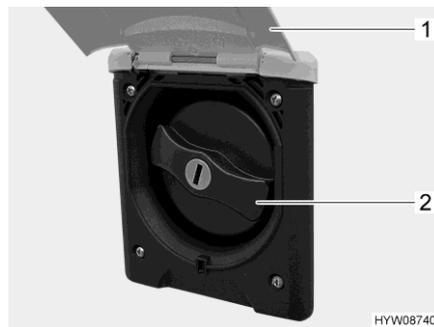

Bild 149 Verschlussdeckel (Trinkwasser-Einfüllstutzen)
- Außenklappe (Bild 149,1) nach oben schwenken.
- Blauen Verschlussdeckel (Bild 149,2) eine viertel Umdrehung drehen.